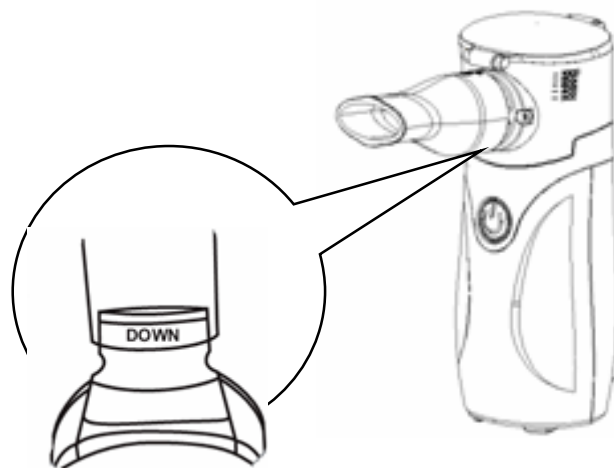

Рис. 9
- Соедините мундштук с выходом сетки (Обратитесь к рис. 9).